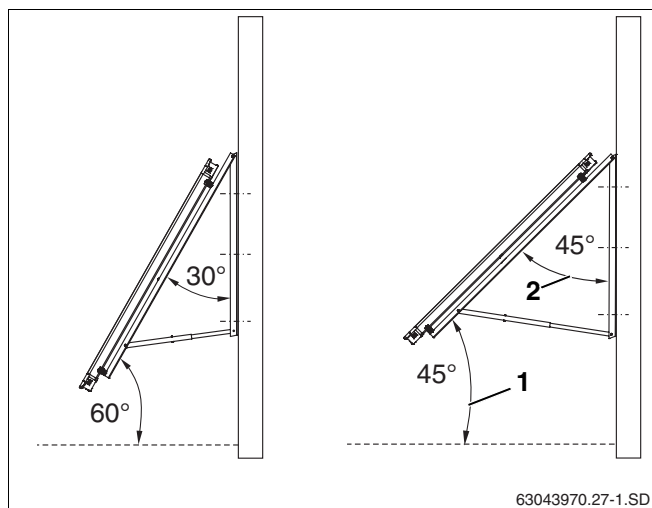

Fig. 10 Ângulo de ataque do colector numa fachada
- O ângulo de ataque do colector (fig. 10, **item 1**) na horizontal deve encontrar-se entre os 45° e os 60° (eventualmente, o ângulo de inclinação fig. 10, **item 2**, do colector deve encontrar-se entre os 30° e os 45°).